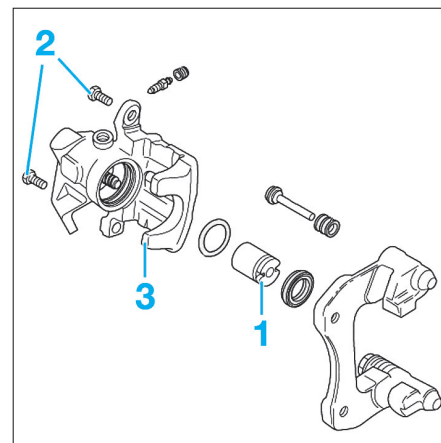

Fig. 26
- A l'aide d'un tournevis, faire levier pour repousser partiellement le piston (1) de l'étrier (Fig.26).